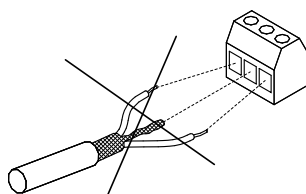

Fig. 38 Undgå sammensnoing af skærmens ender
- Undgå terminering af skærmen med sammensnoede ender. Se fig. 38. Brug kabelbøjler eller EMC-kabelforskrutninger i stedet.